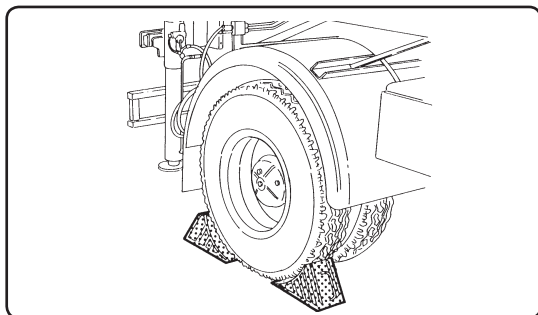

fig. 6.7.1
- 1** Bloccare il veicolo nella posizione più conveniente con il freno di stazionamento e mettere le calzatoie sotto le ruote motrici (fig. 6.7.1).
- 1** Lock the vehicle in the most convenient position with the parking brake and place the wedges under the driving wheels (fig. 6.7.1).